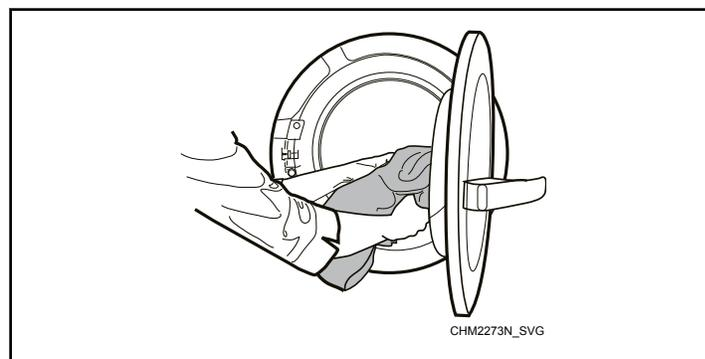

Figure 34
2. Charger la machine. Se reporter à la *Figure 34*.